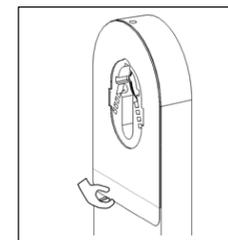

Fig. 5
5. Retire a película protetora da fita adesiva apenas imediatamente antes da etapa 5.6 com cuidado (fig. 5).